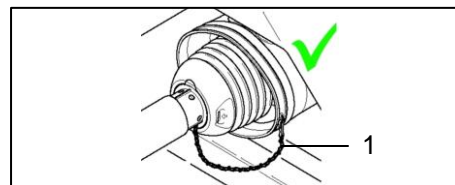

Bild 32: Fasthållningskedja
- Häng upp fasthållningskedjan för kraftöverföringsaxeln (Bild 32/position 1) på ett sådant sätt, att ett tillräckligt stort svängningsområde är säkerställt i alla driftlägen. Fäst den om möjligt i rätt vinkel mot kraftöverföringsaxeln.